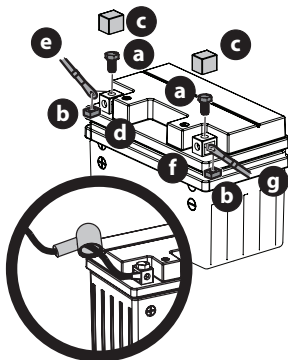

Figure 19
1. Retirez les boulons hexagonaux (a) et les écrous (b) situés à l'extrémité du faisceau de fils électrique. Gardez la quincaillerie pour utilisation ultérieure (Figure 19).
2. Enlevez le couvercle en plastique (c), si équipé, de la borne positive (d) de la batterie et attachez le câble rouge (e) à la borne positive (b) de la batterie (+) avec le boulon (a) et l'écrou (b) retirés à l'étape 1. Utilisez un tournevis Philips (Figure 19).
4. Enlevez le couvercle en plastique (c), si équipé, de la borne négative de la batterie (f) et attachez le câble noir (g) à la borne négative de la batterie (f) avec le boulon (a) et l'écrou (b) (Figure 19).